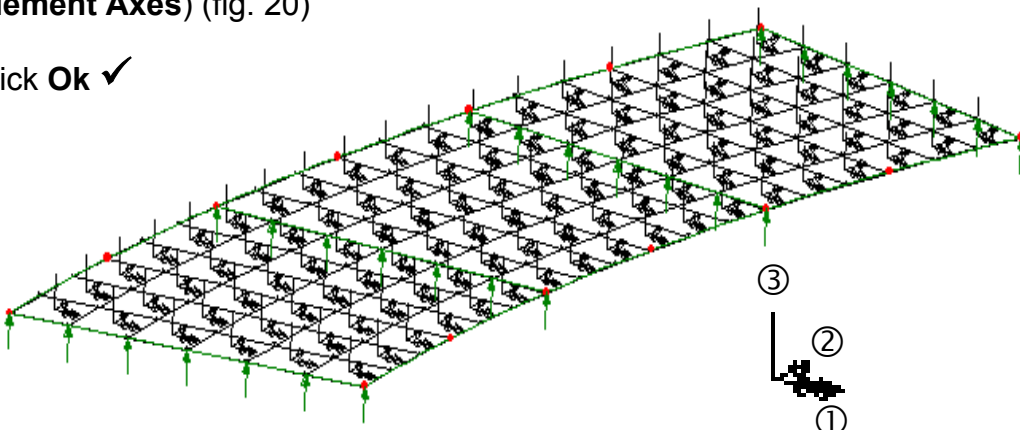

Fig. 21
- pe ecran vor fi afișate elementele cu axele lor (fig. 21)
- verificați că toate elementele au sistemul de axe local cu aceeași orientare ca cel din fig. 21